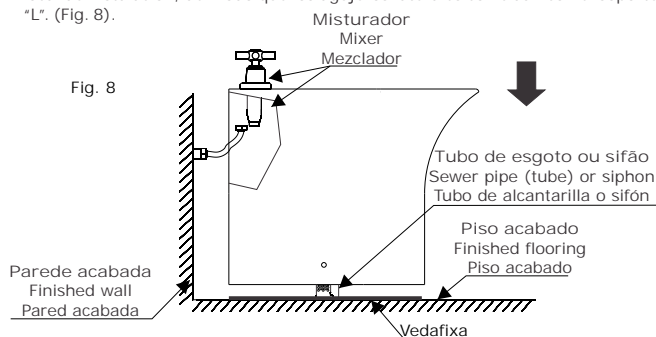

Fig. 8
- 5** Encaixar o tubo corrugado no ponto de esgoto. Posicione o bidê no local de instalação, coincidindo os furos nas laterais do bidê com os do suporte "L". (Fig. 8).
Fit the corrugated tube (does not come with the product) to the sewer pipe. Fit the bidet on the floor, so that the lateral holes match with the "L" support. (Fig. 8).
Posicionar el tubo corrugado en el punto de alcantarilla. Posicionar el bidé en el local de instalación, de modo que los agujeros laterales coincidan con el soporte "L". (Fig. 8).